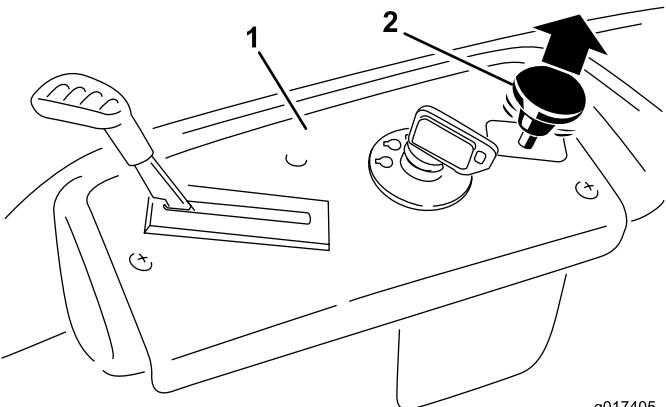

Figura 14
- Tirate verso l'alto il comando delle lame per posizionarlo su On e innestare le lame (Figura 14).